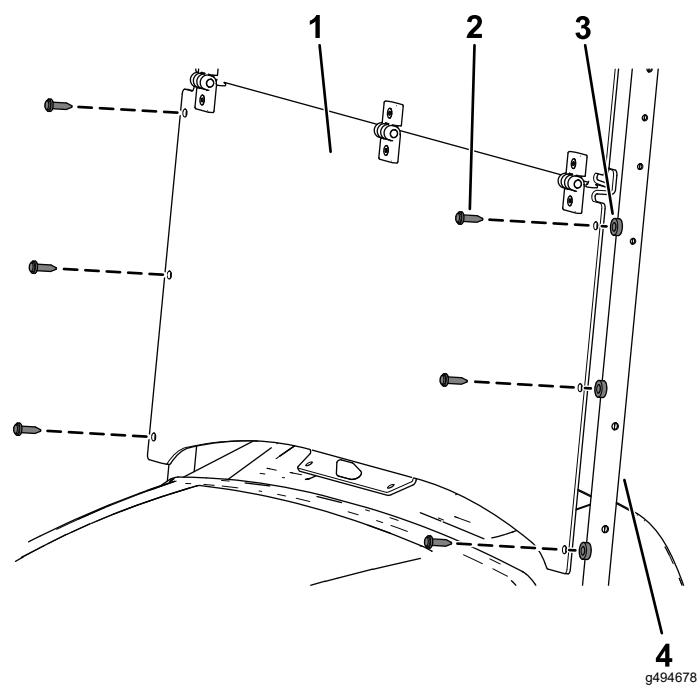

图 3
- 2. 将风挡下部的孔与顶篷支撑管中的孔对齐图 3。
- 3. 用 6 个塑料隔片和 6 个长塑料铆钉将风挡两侧固定至顶篷支撑管图 3。